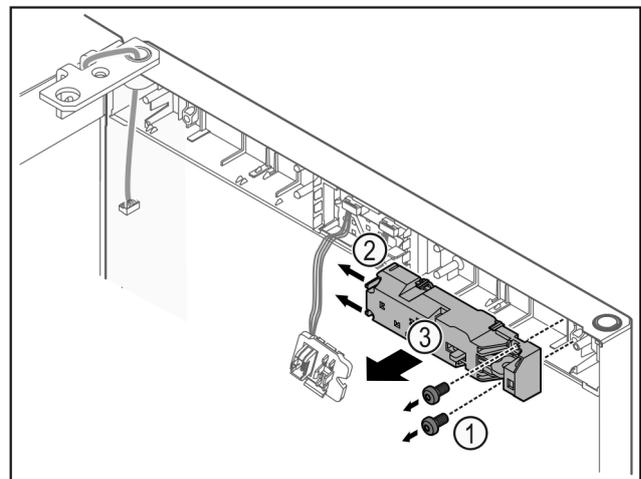

Fig. 21
- u Schrauben Fig. 21 (1) entfernen.
- u Rastnasen Fig. 21 (2) zur Seite drücken und Fernschloss Fig. 21 (3) abnehmen.